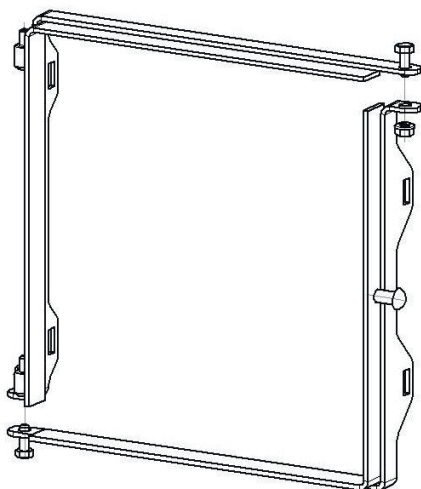

Рисунок 4
Переходник ГПФ представляет собой две металлические сварные конструкции скрепляемые между собой при помощи болтового соединения (рис. 4).
3. Предварительно соберите переходник Рис. 4.